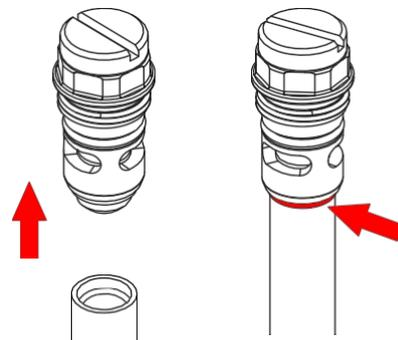

図17 チューブをアクセス・プラグから取り外す
3. 図 17 を参照してください。古い液体チューブをアクセスプラグから引き抜き、新しい液体チューブを赤色の Oリング。